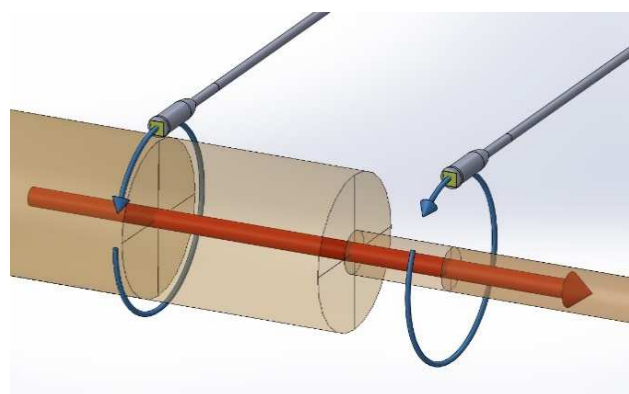

図4 感受部距離と導線径の関係
- 導線中心と感受部までの距離が一定であれば、図4のように導線径が変わっても、感度は変化しません。